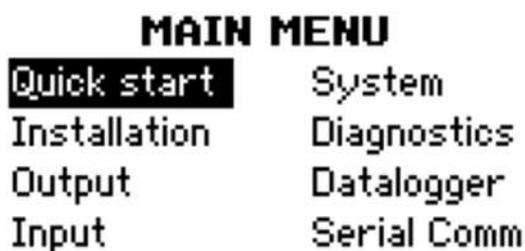

Рисунок 8 – Главное меню
4.2.3 Включите расходомер или выйдите из отображения измерения. Дождитесь, пока появится главное меню Рисунок 8. ¹